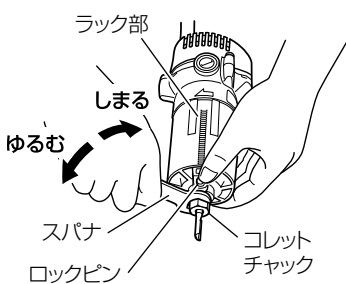

図 5
- (2) コレットチャック穴にビットを深く(コレットチャック端面から15mm以上)さし込み、ロックピンを押して、本体の回転軸を固定し、付属のスパナでコレットチャックをしっかりと締付けます。(図5)
- (3) 取りはずしたベース組を、ハウジング外周にあるラック部と、ベース組に取り付いているピニオンを合わせて本体に取付け、チョウナットを確実に締付けてください。(図1、図5参照)